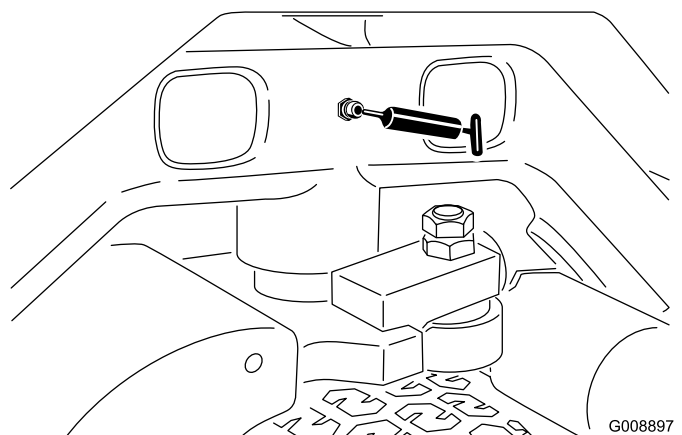

Figura 47
- Articulação da direcção (Figura 47)